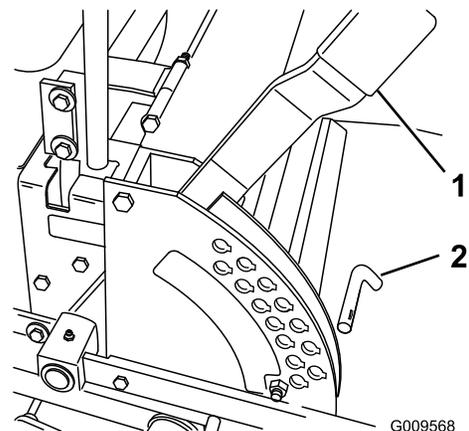

Figura 28
1. Levante la palanca de ajuste de la altura de corte a la posición de TRANSPORTE (que es también la posición de altura de corte de 127 mm) (Figura 28).
- Para ajustar la altura de corte, retire el pasador del soporte de altura de corte (Figura 28).
- Seleccione el taladro del soporte de altura de corte que corresponde a la altura de corte deseada, e inserte el pasador (Figura 28).